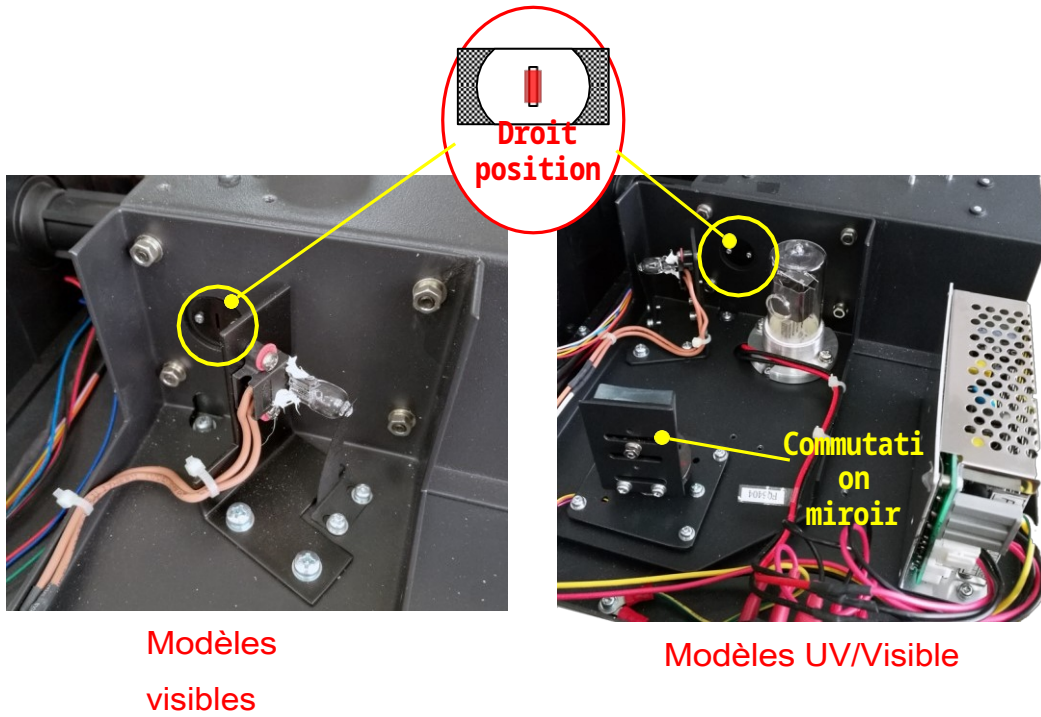

Fig. 7-7 Tache de tungstène
- 7 Mettez l'instrument sous tension (figure 7-7). Vous devez tourner le miroir de commutation de la source lumineuse. Tant que le spot passe par la fente d'entrée, la direction haut-bas est au centre de la fente, et le spot est à gauche ou décalé. À droite, desserrez les deux vis qui maintiennent le support de la lampe au tungstène, réglez avec précision le support de la lampe au tungstène et observez la tache lumineuse, ajustez-la à une position appropriée et fixez-la.